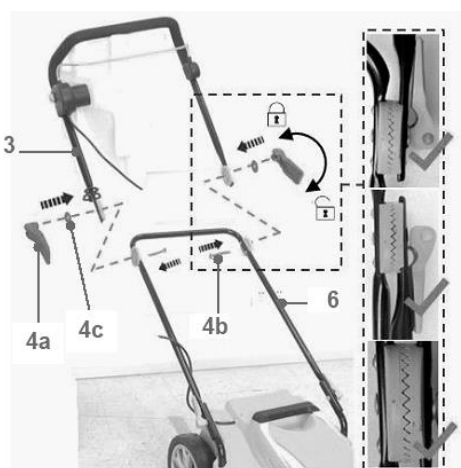

Рис. 3
с. Зафиксируйте соединение крепежными комплектами (4) (Рис. 3).